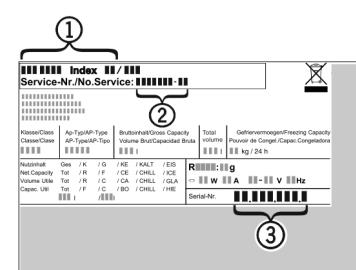

Fig. 10
- Обратитесь в сервисную службу и сообщите вид неисправности, наименование устройства Fig. 10 (1), сервисный № Fig. 10 (2) и серийный № Fig. 10 (3).